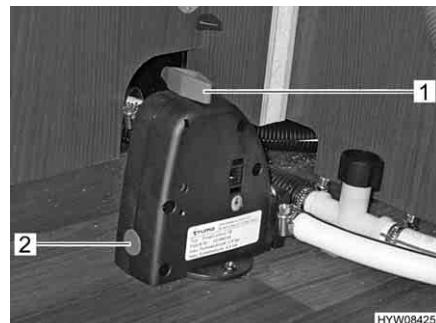

Fig. 91 Valvola di sicurezza/di scarico del boiler
Il boiler è dotato di una valvola di sicurezza/di scarico (Fig. 91). La valvola di sicurezza/di scarico impedisce che l'acqua congeli nel boiler in presenza di basse temperature esterne, quando il riscaldamento dell'autocaravan non è acceso.
- Chiudere la valvola di sicurezza/di scarico. A tal fine ruotare la manopola (Fig. 91,1) verticalmente rispetto alla valvola di sicurezza/di scarico e premere verso l'interno il bottone automatico (Fig. 91,2).
- Aprire la valvola di sicurezza/di scarico. A tal fine ruotare la manopola (Fig. 91,1) nel senso della lunghezza della valvola di sicurezza/di scarico. Il bottone automatico (Fig. 91,2) scatta all'infuori. Il boiler viene svuotato verso l'esterno tramite la valvola di sicurezza/di scarico.